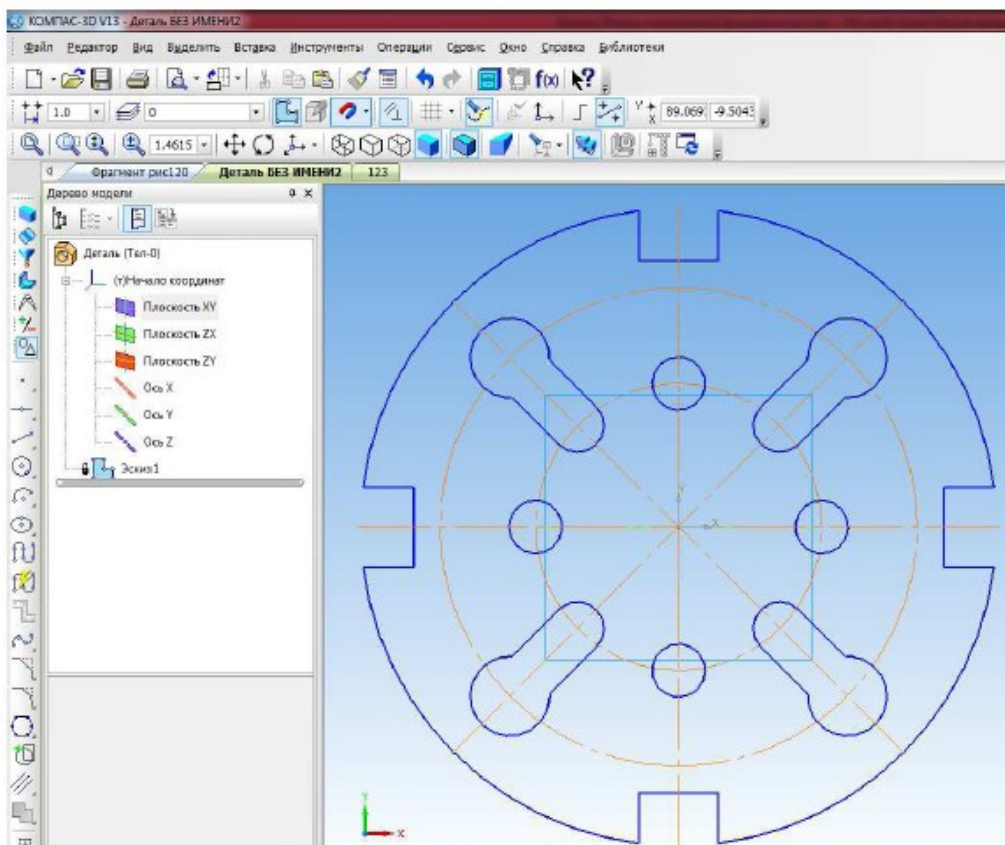

Рисунок 123 – Копирование объекта в конструктивную плоскость
10.4 Найдите вверху закладку *Редактор* → *Вставить*. Наведите курсор в начало координат и нажмите левую кнопку мыши один раз, после этого нажмите *Esc* (отмена). Изображение скопируется в конструктивную плоскость, рис. 123. Нажмите клавишу F9.